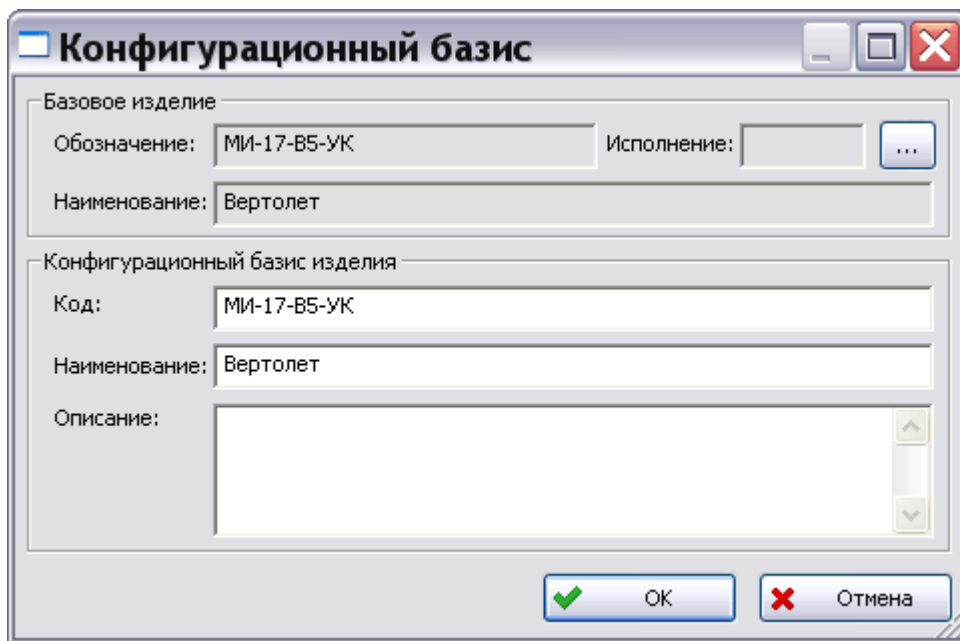

Рис. 30
2. Выберите изделие, для которого создается конфигурационный базис, например «МИ-17-В5-УК : Вертолет» и нажмите ОК. В появившемся окне **Конфигурационный базис** введите код «МИ-17-В5-УК» и наименование «Вертолет» создаваемого конфигурационного базиса (Рис. 30).